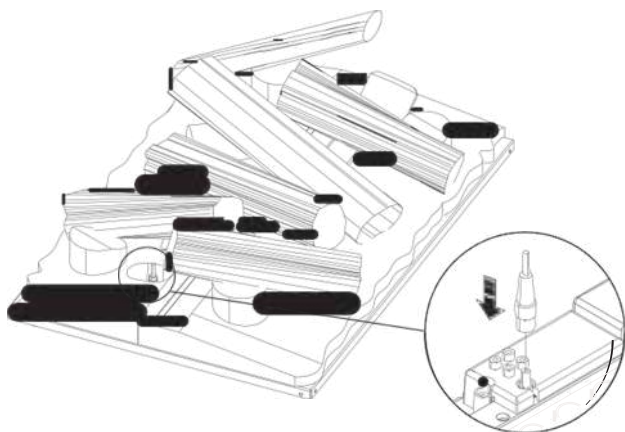

Рис.16
4. Найдите разъем постоянного тока под небольшим бревном и подсоедините его к соответствующему разъему постоянного тока, расположенному на изделии, через отверстие в топочной корзине (рис.16).